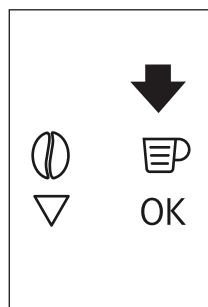
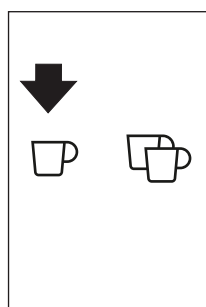
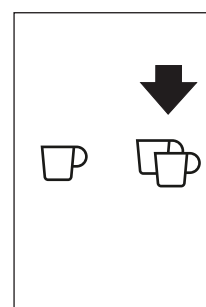

Fig. 18
Fig. 19
Fig. 20
- ▶ Prima o ícone (B5) (Fig. 18) para selecionar o tipo de café: expresso, chávena pequena, chávena média, chávena grande, caneca. Prima a tecla digital ☉ (B10) (Fig. 19) se quiser preparar um café e a tecla digital ☉☉ (B11) (Fig. 20) se for preparar dois cafés. O aparelho mói então os grãos e começa a dispensar o café na chávena. Uma vez que a quantidade de café tiver sido dispensada, a máquina para automaticamente e expulsa a borra de café usado para o recipiente para borras de café.